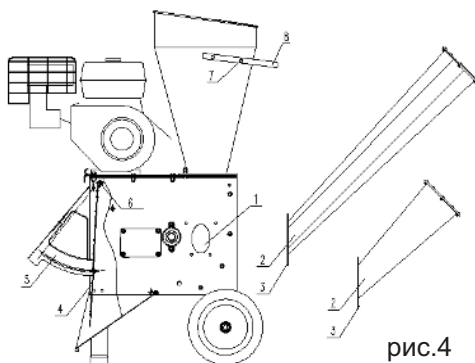

рис.4
**3.5** Установите прокладку и болт в отверстие (7) и крепко затяните его гайкой через шайбу. После этого крепко затяните болт в отверстии (6).
**4. Установка раструба для подачи веток, см.рис.4.**
5. Установка решетки в отверстие выброса (см.рис.4)
**5.1.** Выкрутите барашки с двух сторон поворачивающейся крышки (5) и поднимите крышку в самое верхнее положение. Установите одну сторону решетки (4) на ось поворачивающейся крышки и закрепите ее пружинами. Установите нижнюю часть решетки в отверстие выброса и закрепите ее с обеих сторон болтами М5х15.
**6.** Установка верхней рамы (см.рис.4)